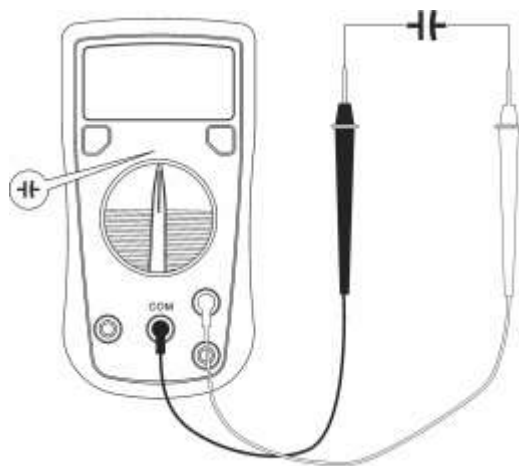

Fig. 2
B. Măsurare capacitate (doar UT136B, vezi fig. 2)